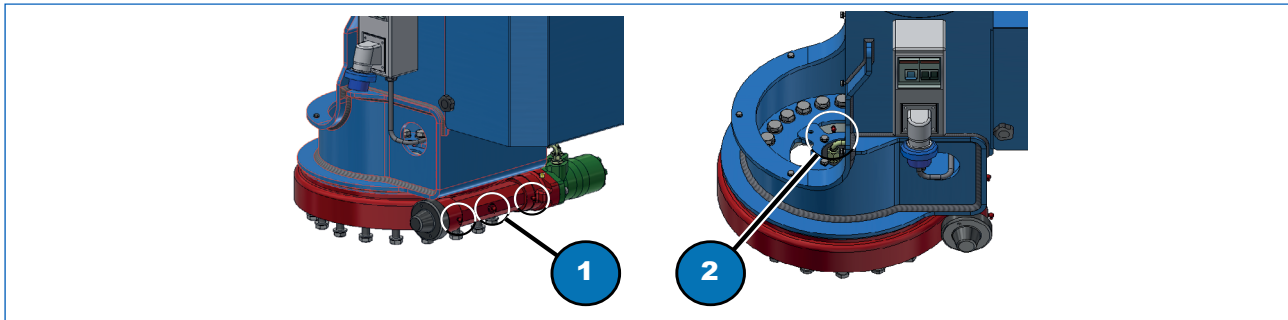

Fig. 8.9
Les taquets spéciaux variables (Fig. 8.9, 1) permettent de réduire le frottement au glissement dans l'extension du bras :
- visser les écrous réglables (Fig. 8.9, 2) jusqu'au contact avec le bras extensible intérieur ;